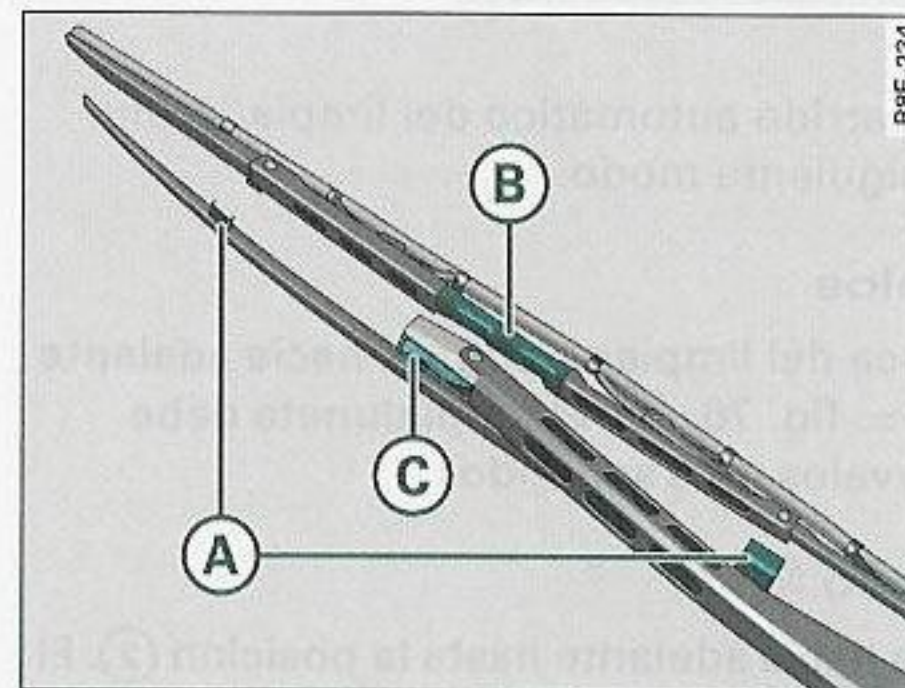

Fig. 79 Colocar la escobilla
- Enderece la escobilla en los soportes (A) y (B) ⇒ página 94, fig. 79.
- Pulse la tecla (C) para bloquear la escobilla en el brazo del limpiaparabrisas.